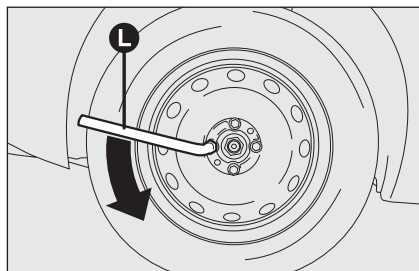

fig. 5
- desserrer d'un tour environ les boulons de fixation, en utilisant la clé fournie **L**-fig. 5; pour les voitures équipées de jantes en alliage, secouer la voiture pour faciliter le détachement de la jante du moyeu de la roue;